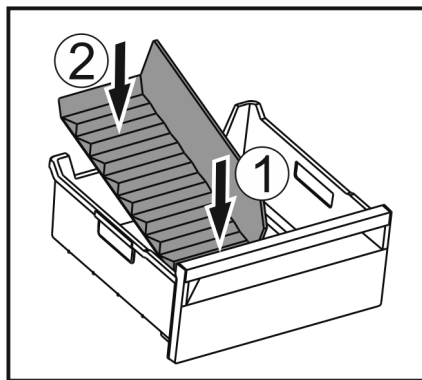

Fig. 136
- Vložte přední část přepážky přihrádky na led. Fig. 136 (1)
► Zadní část přepážky přihrádky na led spusťte až na dno zásuvky. Fig. 136 (2)